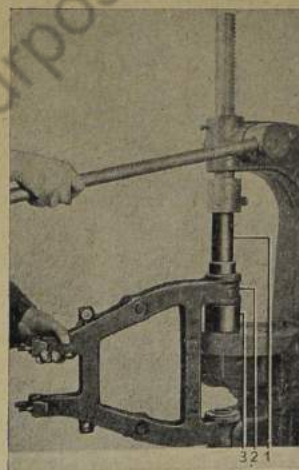

Bild 722: Metallgummi-Buchse herausdrücken
2. Metallgummi-Buchsen auf einer Hebelpresse herausdrücken (Bild 722).